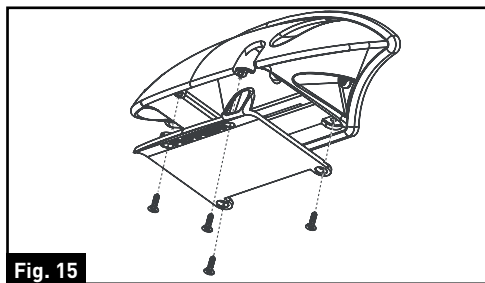

Fig. 15
7. Si se va a instalar una cámara de entrada, quite la cubierta del soporte desenroscando los cuatro tornillos. (Fig. 15)